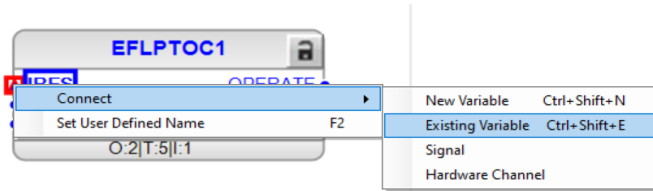

Imagen 236_Conexión de variable existente para el puerto de entrada del bloque EFLPTOC1.
4.1.21 En el bloque “EFLPTOC1”, damos clic derecho en la entrada del bloque de protección “IRES”, seleccionamos “Connect - Existing Variable” como se observa en la **Imagen 236**.